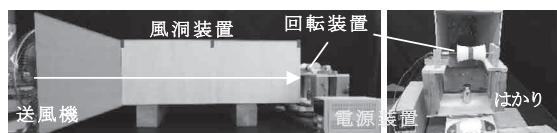

図3
- (1) マグヌスコップの運動を知るために、カラートラッキングを行います。
- (2) 揚力測定装置（図3）で、回転数・風速を変化させて揚力を測定します。